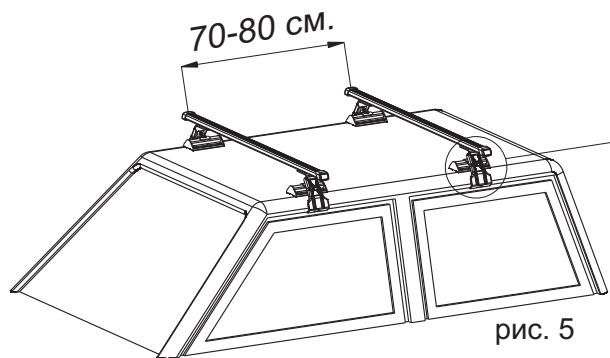
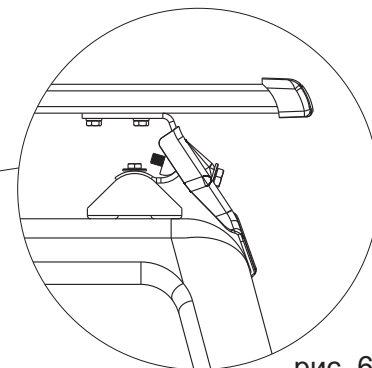

рис. 5
рис. 6
1. Установите поперечины на крыше автомобиля на расстоянии 70-80 см. друг от друга (рис.5). Подложки [1] должны полностью прилегать к крыше автомобиля, а кронштейны [14] должны плотно прилегать к дверному проёму (рис.6).